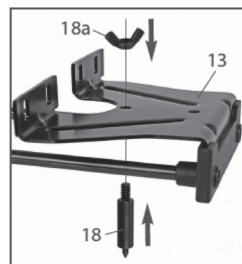

рис.9
Для осуществления фрезерования заготовки по заданному радиусу (кольцо, дуге), необходимо установить остриё циркуля (рис.9 поз.18).
-вкрутить (по стрелке) остриё циркуля (рис.9 поз.18) в горизонтальную пластину упора (рис.9 поз.13);
- барашковой гайкой (рис.9 поз.18а) зафиксировать остриё циркуля (рис.9 поз.18) на пластине параллельного упора (рис.9 поз.13);